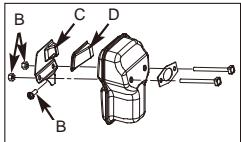

Fig. 17B
2. Fjern de 2 skruer, der holder dækslet på plads (C). (Fig.17B)
3. Smid den brugte gnistfangersonskærm (D) ud, og erstat den med en ny.